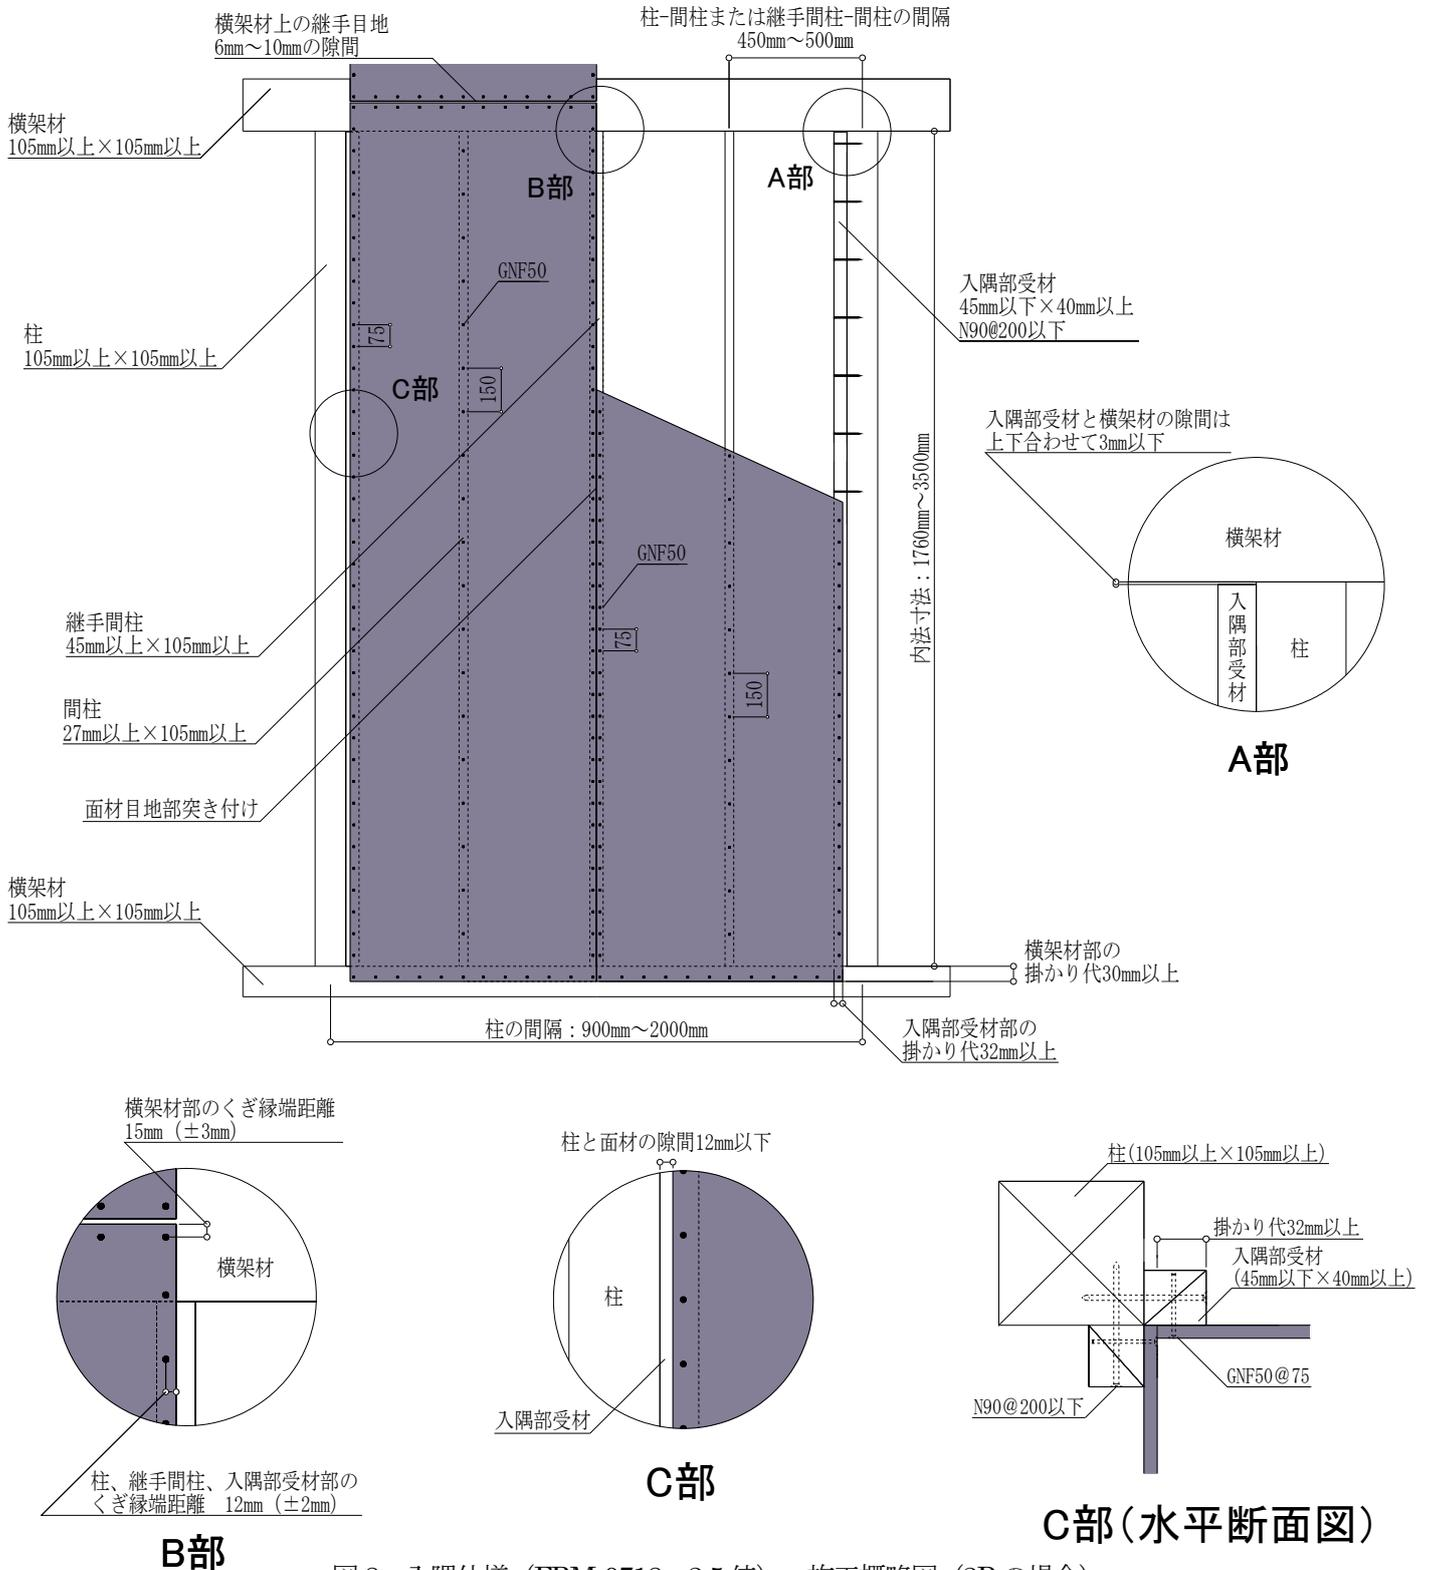

図8 入隅仕様 (FRM-0718 : 2.5倍) 施工概略図 (2Pの場合)
施工においては、図8および注意事項に記載の内容を遵守してください。
- ・タイガーEX プログレは、原則 1 枚張りとします。縦継ぎ張りについては、P25「⑧縦継ぎ張りについて」をご確認ください。
- ・図 8 は 2P の施工例となっておりますが、1P の場合も耐力壁とできます。